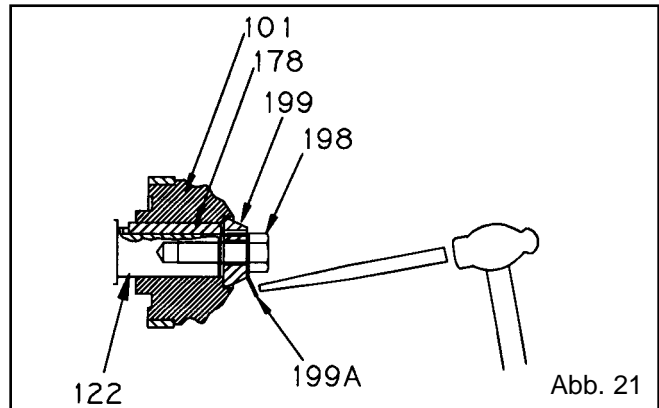

Abb. 21
1. Die Sicherungsscheibe (199A) vom flachen Ansatz der Flügelradschraube (198) unter Verwendung eines Messingdurchtreibers abstemmen (Abb. 21).
2. Die Flügelradschraube (198) lösen und entfernen.
3. Die Sicherungsscheibe (199A) und die Unterlegscheibe (199) des Flügelrads abnehmen.